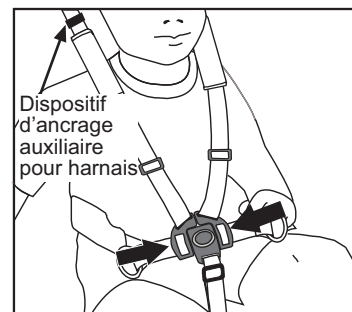

Fig. 20 Attacher la boucle de sangle d'entrecreuisse
c. Attacher les sangles des épaules. Faire passer les deux boucles de sangles d'épaule dans la boucle de la sangle d'entre-cuisse (Fig. 20).
NOTE: Pour les passagers les plus lourds et (ou) les plus grands (près des limites ci-dessus), des dispositifs d'ancrage auxiliaires pour harnais peuvent être utilisés. Il suffit de déplier le dispositif d'ancrage velcro (Fig. 20), de glisser les boucles du dispositif de verrouillage au-dessus des dispositifs d'ancrage et de recoller le velcro afin de tenir les boucles du dispositif de verrouillage en place.